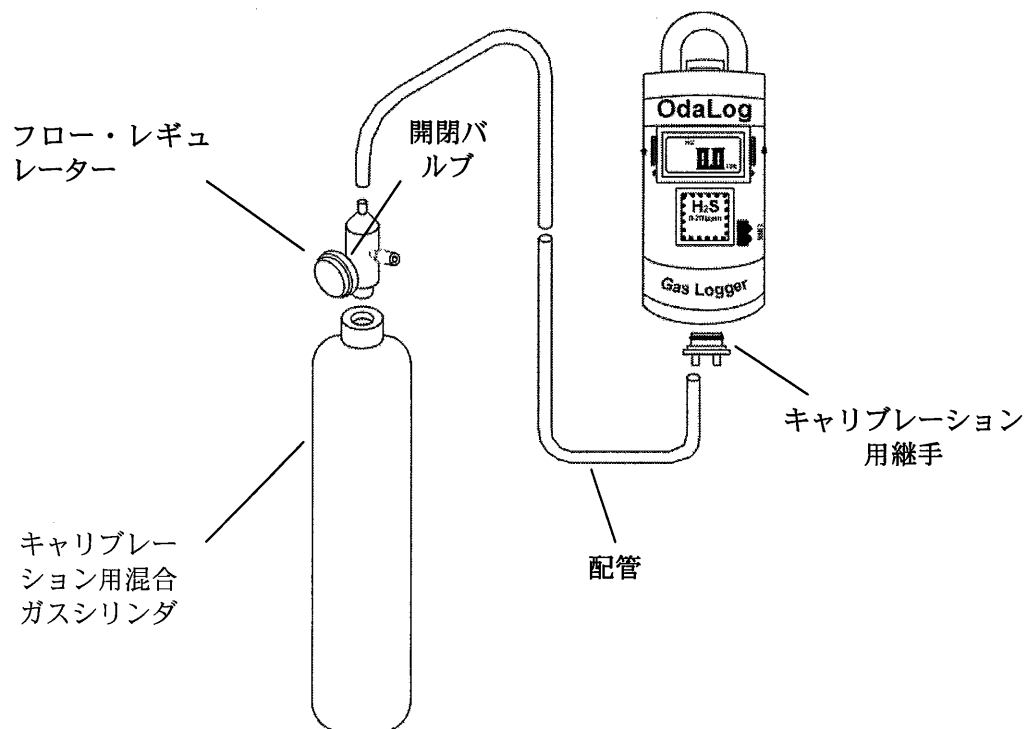

図 1
- ガスシリンダーにレギュレーターを取り付け、キャリブレーション・アダプター(図 1) 挿し込み口に合わせて、プラスチックの配管を取り付けます。